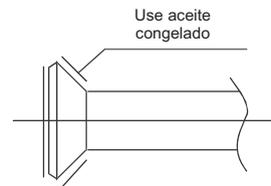

Fig.8-1
- 2 Aplique aceite congelado en la superficie abocardada de la tubería y las tuercas de unión, gire con las manos 3 ó 4 veces antes de apretar las tuercas del abocardado. (vea la Fig.8-1)